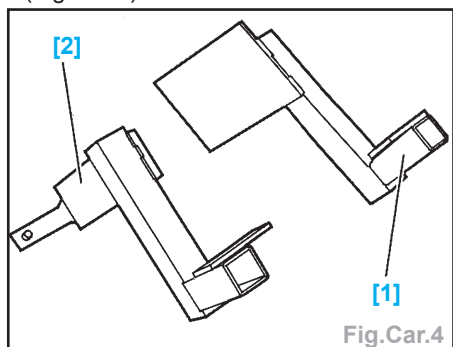

Fig.Car.4
- Positionner la demi-façade AV assemblée à l'aide de l'outil [1] (gabarit 1117-B [1] pour la G et 1117-C [2] pour la D) (Fig.Car.4).